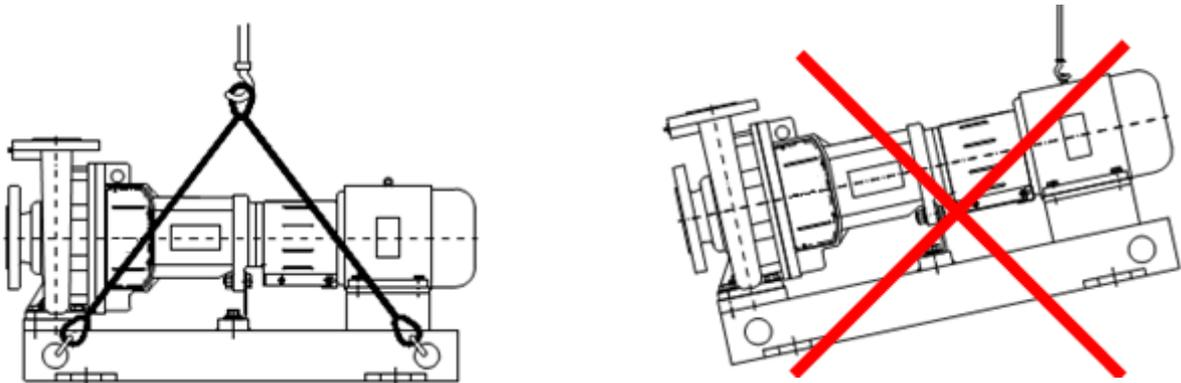

Рисунок 1 Схема строповки агрегата электронасосного серии HSC
При подъеме агрегата электронасосного серии HSC строповку производить по схеме, приведенной на рис. 1.
**ЗАПРЕЩАЕТСЯ ПОДНИМАТЬ АГРЕГАТ ЭЛЕКТРОНАСОСНЫЙ СЕРИИ HSC ЗА МЕСТА, НЕ ПРЕДУСМОТРЕННЫЕ СХемой СТРОПОВКИ (см. рис. 1)!!!**
- установить агрегат насосный на заранее подготовленный фундамент (схему строповки см. рис. 1);